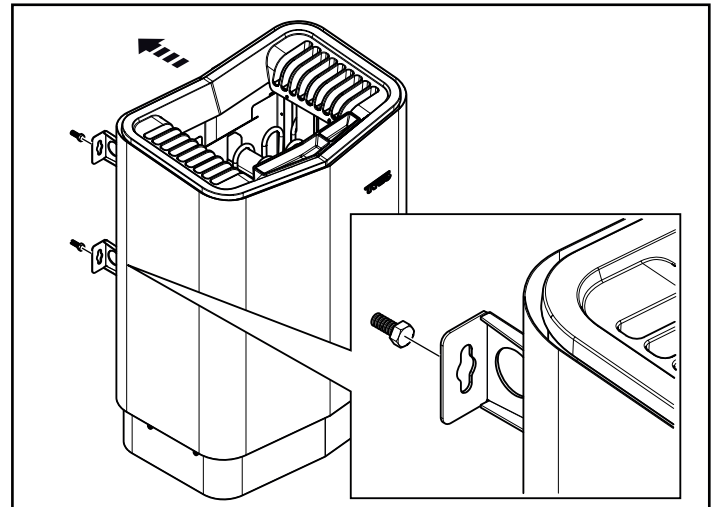

Fig. 13 : Fixer le poêle
- Accrocher le poêle aux vis, voir la figure 13.